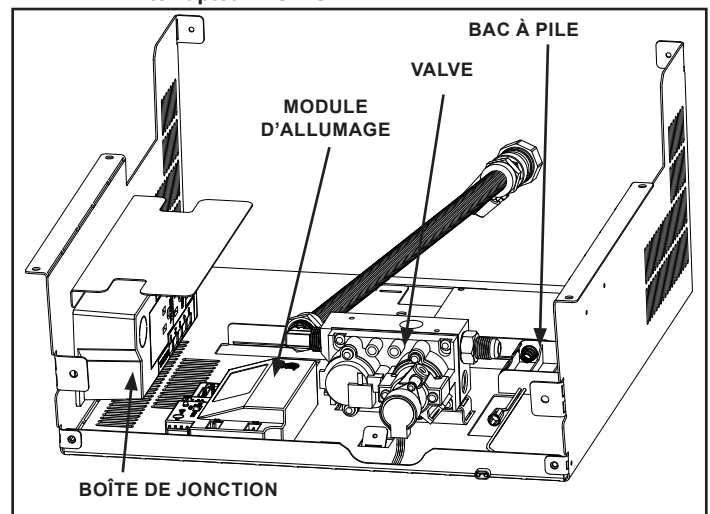

Figure 3.7
Le système d'amorçage par veilleuse à allumage intermittent IntelliFireMC Plus possède un système de secours à piles permettant le fonctionnement pendant une panne de courant. Le système offre une transition facile de l'alimentation c.a. de la maison vers les piles de secours. Un bloc-piles installé en usine se trouve dans le logement des commandes du foyer. Voir la figure 3.7. La longévité et la performance des piles seront affectées par une exposition à long terme aux températures de service de cet appareil.
- Localisez le module d'allumage dans la cavité de contrôle. Voir la figure 3.7